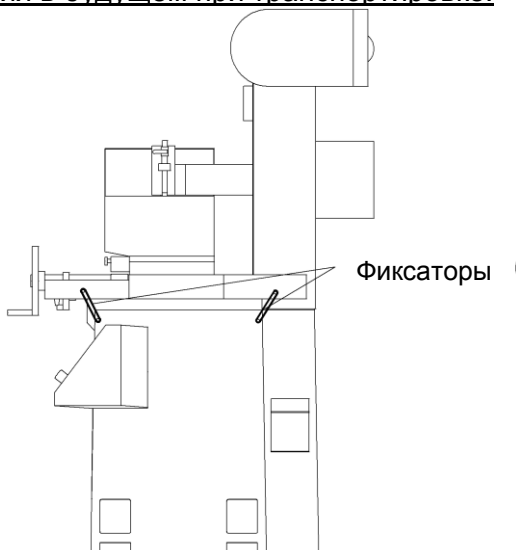

Рис. 4.3
- (6) Перепроверьте еще раз все крепления и фиксаторы, смотри Рис.4.3.
- (7) Проверьте подъемный крюк.
- (8) При перемещении грузчики должны держаться отдельно от станка, недопускать появления людей под поднимаемым грузом или в опасной близости от него.
- (9) Грузчики должны иметь соответствующую квалификацию и допуск к проведению работ.
- (4) Перепроверьте еще раз все крепления и фиксаторы, смотри Рис.4.3.
- (5) Оператор погрузчика должен иметь соответствующую квалификацию и допуск к работам.
Перед любым перемещением станка, необходимо зафиксировать его подвижные части, это позволит избежать смещения центра тяжести станка и перемещения рабочего стола. На Рис.4.3 показано место установки 3х фиксирующих винтов - M8x1,25P.